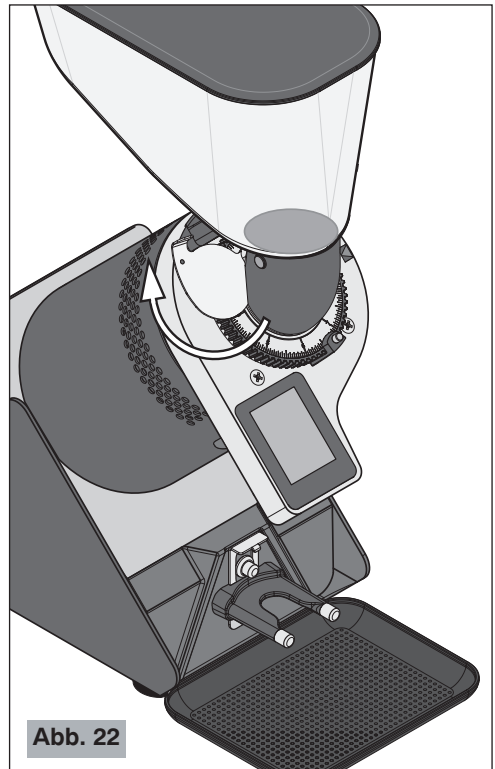

Abb. 22
**!** Vergewissern Sie sich, dass der Kaffeebohnenbehälterverschluss des Kaffeebohnenbehälters vollständig bis zum Anschlag offen ist (siehe Abb. 22).